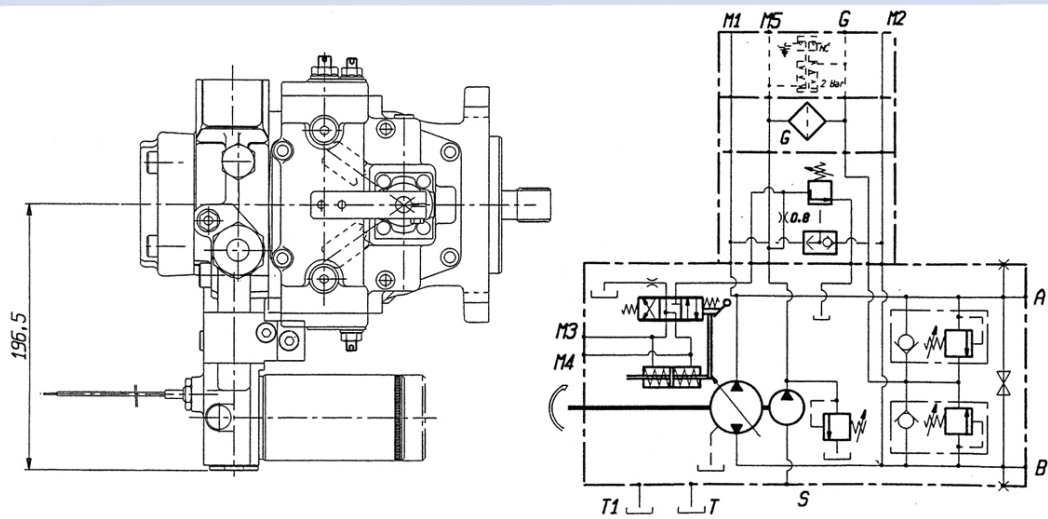

Рис. 23. Ограничитель мощности с фильтром в напорной гидролинии подпиточного насоса.
- Ограничитель мощности с фильтром в напорной гидролинии подпиточного насоса (рис. 23);